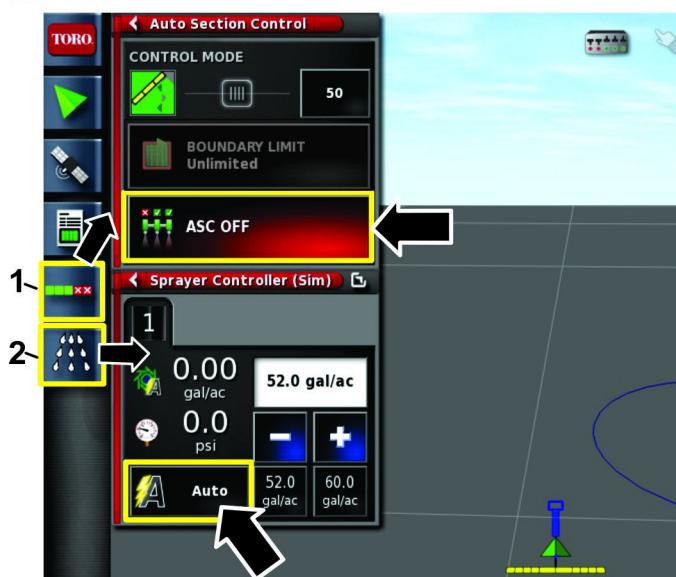

Figura 113
1. Premete l'icona CONFIGURAZIONE DEL CONTROLLO AUTOMATICO DELLE SEZIONI e l'icona Controller dell'irroratrice (Figura 113).
2. Premete l'icona ASC in posizione di SPEGNIMENTO, premete il controllo del volume in posizione AUTO (Figura 113).